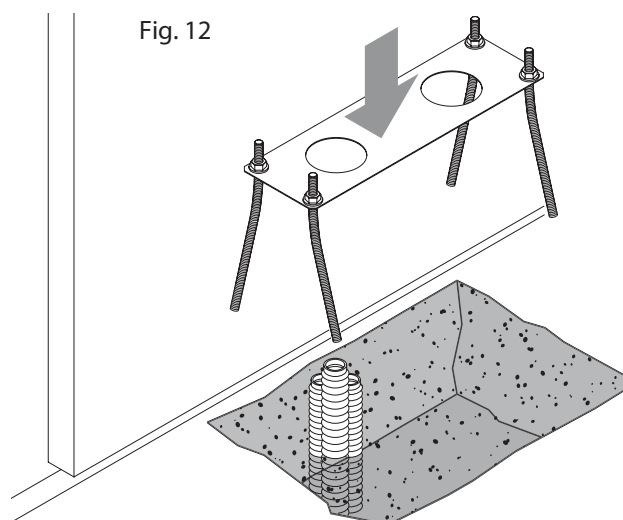

Fig. 12
6. Laat de draadeinden in het beton zakken, let op het niveau van de funderingsplaat en of deze parallel loopt met de poort, zie Fig.12.